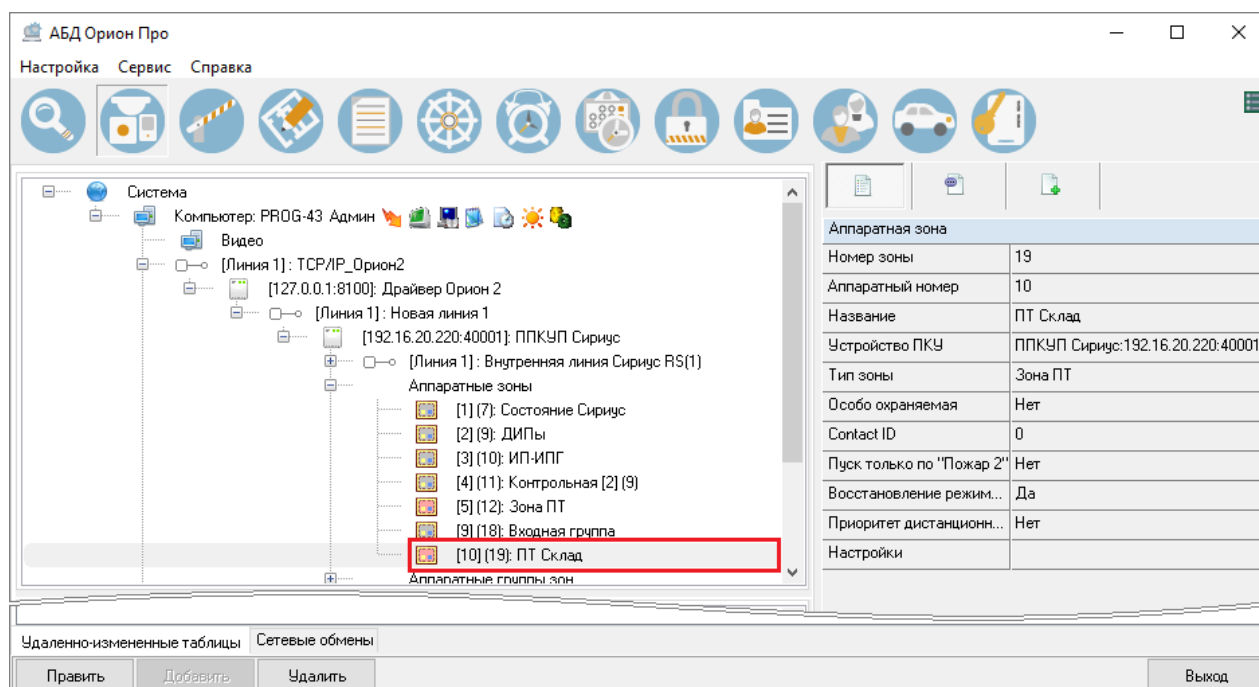

Рисунок 6-337 Зона ПТ в дереве объектов системы
- в дереве объектов системы на страницах «Адреса приборов» и «Структура системы» как дочерний элемент узла «Аппаратные зоны» на внутренней линии ППКУП «Сириус», для которого создавалась эта зона ПТ (см. Рисунок 6-337);